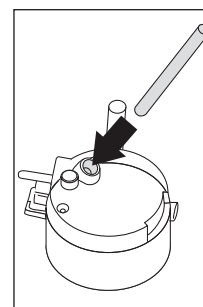

Рис. 31
- Убедитесь, что всасывающая трубка правильно продета через резиновую шайбу (Рис. 31).